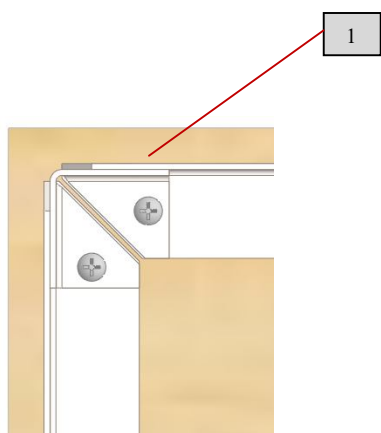
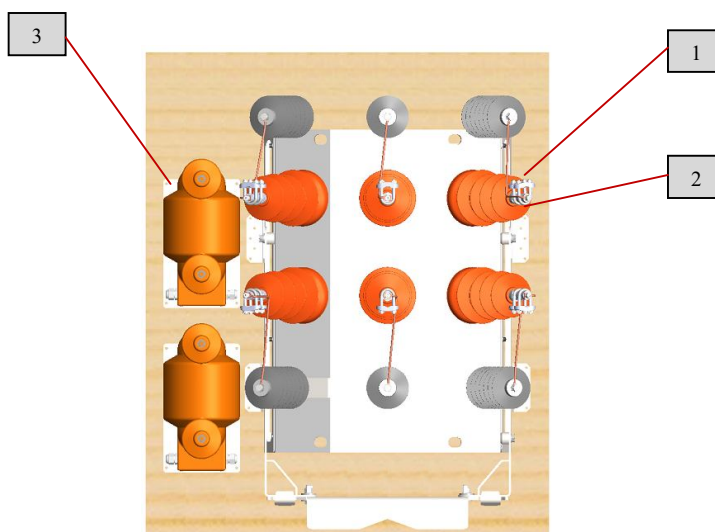

Рис.13 Демонтаж металлических стоек
Рис.14 Снятие оборудования с нижней части упаковки
Снять оборудование, которое находится на верхнем ярусе упаковки. Открутить саморезы (1), которые крепят угловые металлические стойки (рис.13). Снять металлические стойки с промежуточной полкой. Снять оборудование, которое находится на нижнем ярусе упаковки (рис.14), сняв при этом транспортировочные уголки (2) и панель крепления ТСН (3).